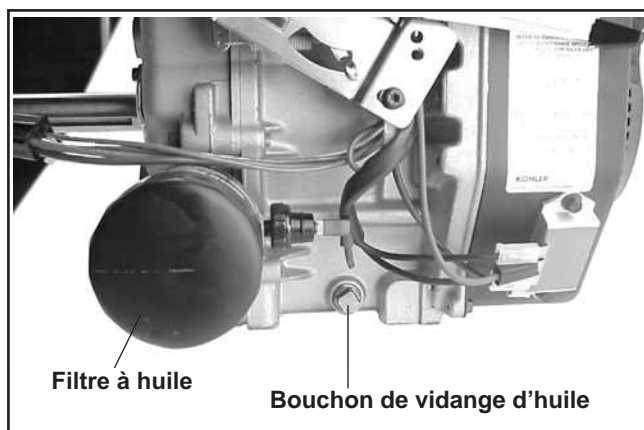

Figure 9-1. Emplacement du bouchon de vidange d'huile et du filtre.
1. Retirer le bouchon de vidange et le bouchon de remplissage/la jauge. Voir la figure 9-1.